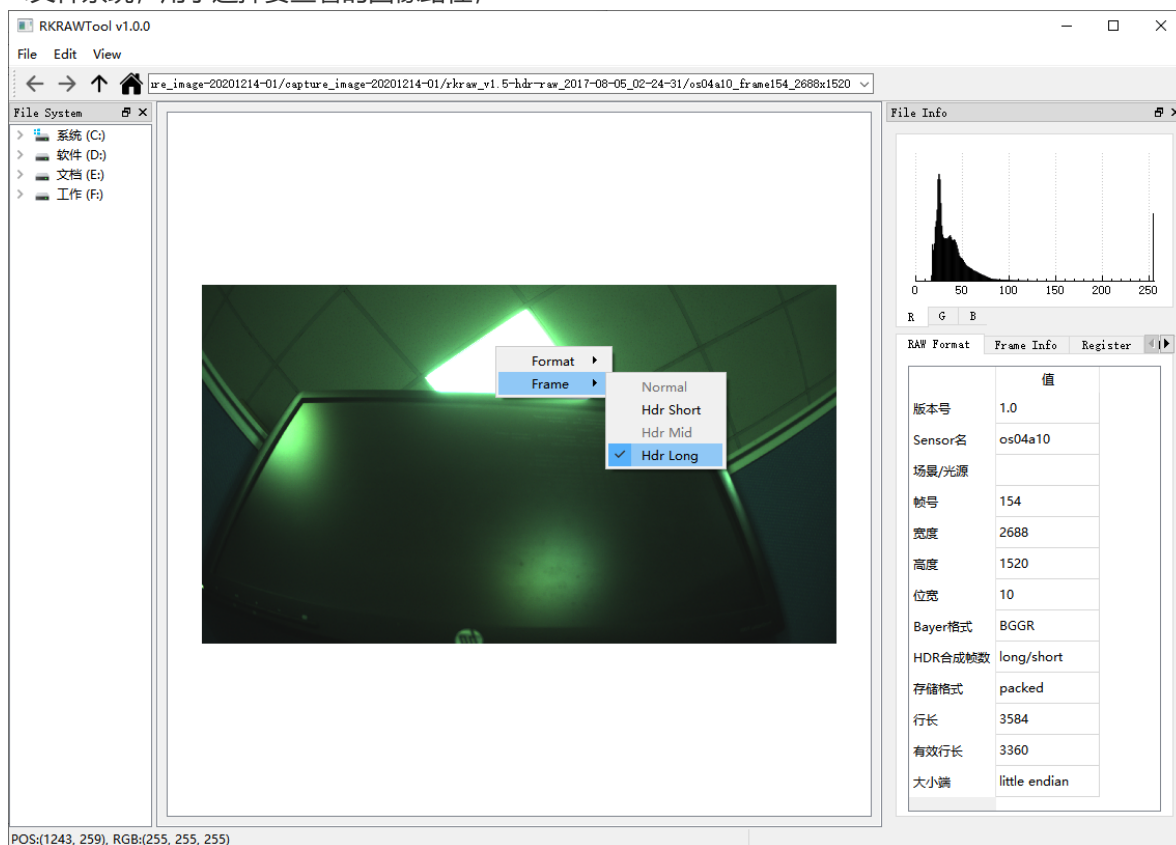

图2-5-2
2.播放窗口，右击显示区域可以切换GRAY/RGB、Normal/Hdr Short/Mid/Long(仅支持RKRawV2格式)，如图2-5-2所示；
4.显示RKRawV2格式的相关信息 RAW Format/Frame Info/Register/ISPP Register/Platform Info，如图2-5-2所示；